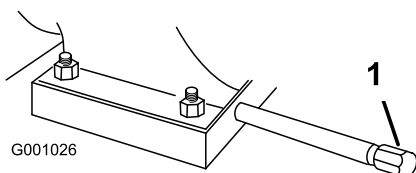

Рисунок 51
1. Очистите поверхность вокруг пробки для слива масла (Рисунок 51).